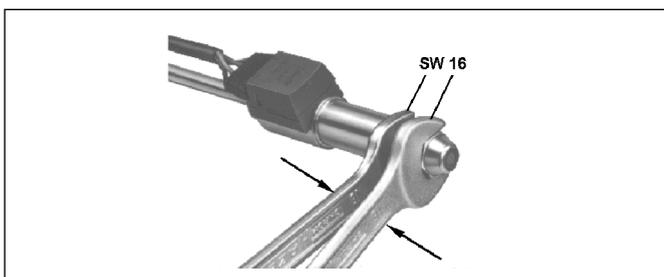
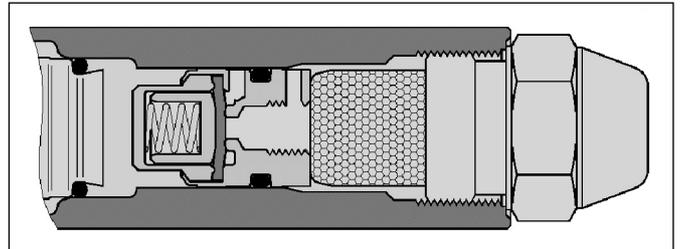

Abb. 3.12: Düse montieren mit SW 16
Abb. 3.13: Düsenstock
1. Zündelektrodenstecker (5) abziehen.
2. Gewindestift (2) lösen.
3. Vorkammer (1) mit Zündelektrodenblock (4) nach oben abziehen.
4. Verschlussstopfen (Transportsicherung) aus der Gewindebohrung des Düsenstockvorwärmers (6) entfernen.
8. Öldüse einschrauben und mit zwei Gabelschlüsseln (SW 16) befestigen (s. Abb. 3.12). Dabei drückt das Filtersieb das LE-Absperrventil bereits für den ersten Brennerstart in die optimale Position (s. Abb. 3.13).